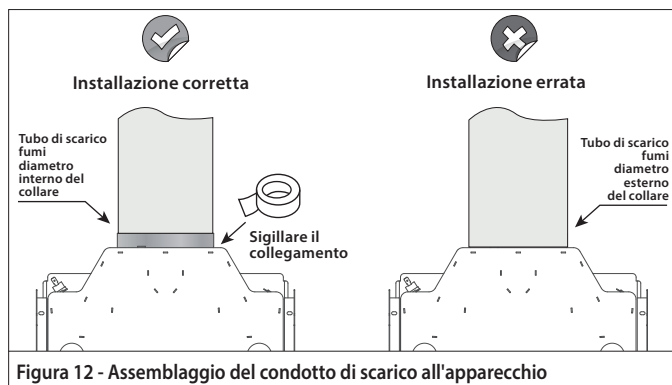

Figura 12 - Assemblaggio del condotto di scarico all'apparecchio
- Il camino di scarico deve essere fissato all'apparecchio all'interno del diametro interno del collare del camino di scarico, vedere *Figura 12 - Assemblaggio del camino di scarico nell'apparecchio*.